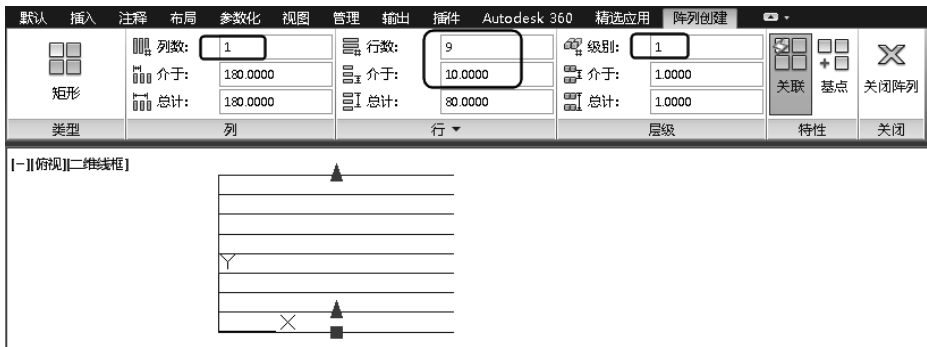

图 3-37 阵列线段
- 04 单击【阵列】按钮 ⋈ ,选择长度为 120 的直线为阵列对象,在【阵列创建】选项卡中设置参数,如图 3-37 所示。